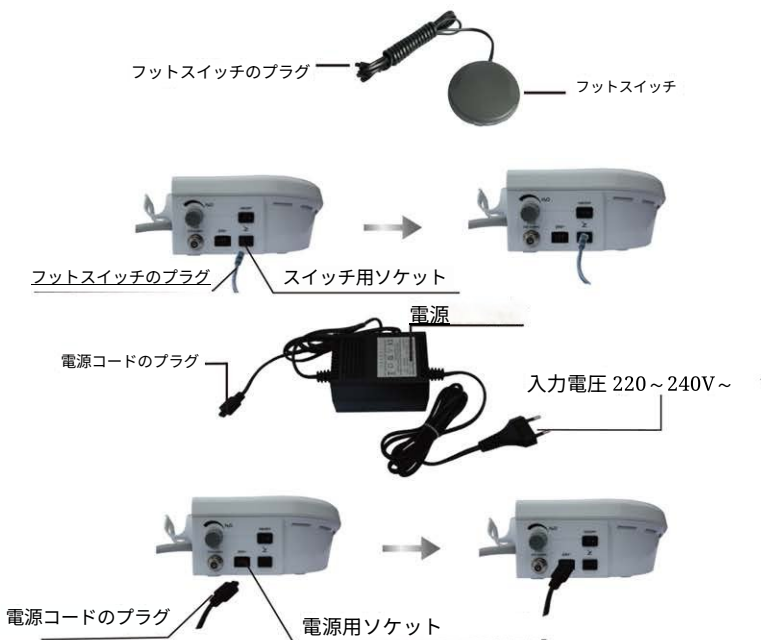

図2
1.4.2. フットスイッチ、電源、および本体の接続図を図2に示します。
- フットスイッチのプラグをソケットに差し込みます (図2)。
- 電源装置のプラグをソケットに差し込み、電源を入れます (図2)。